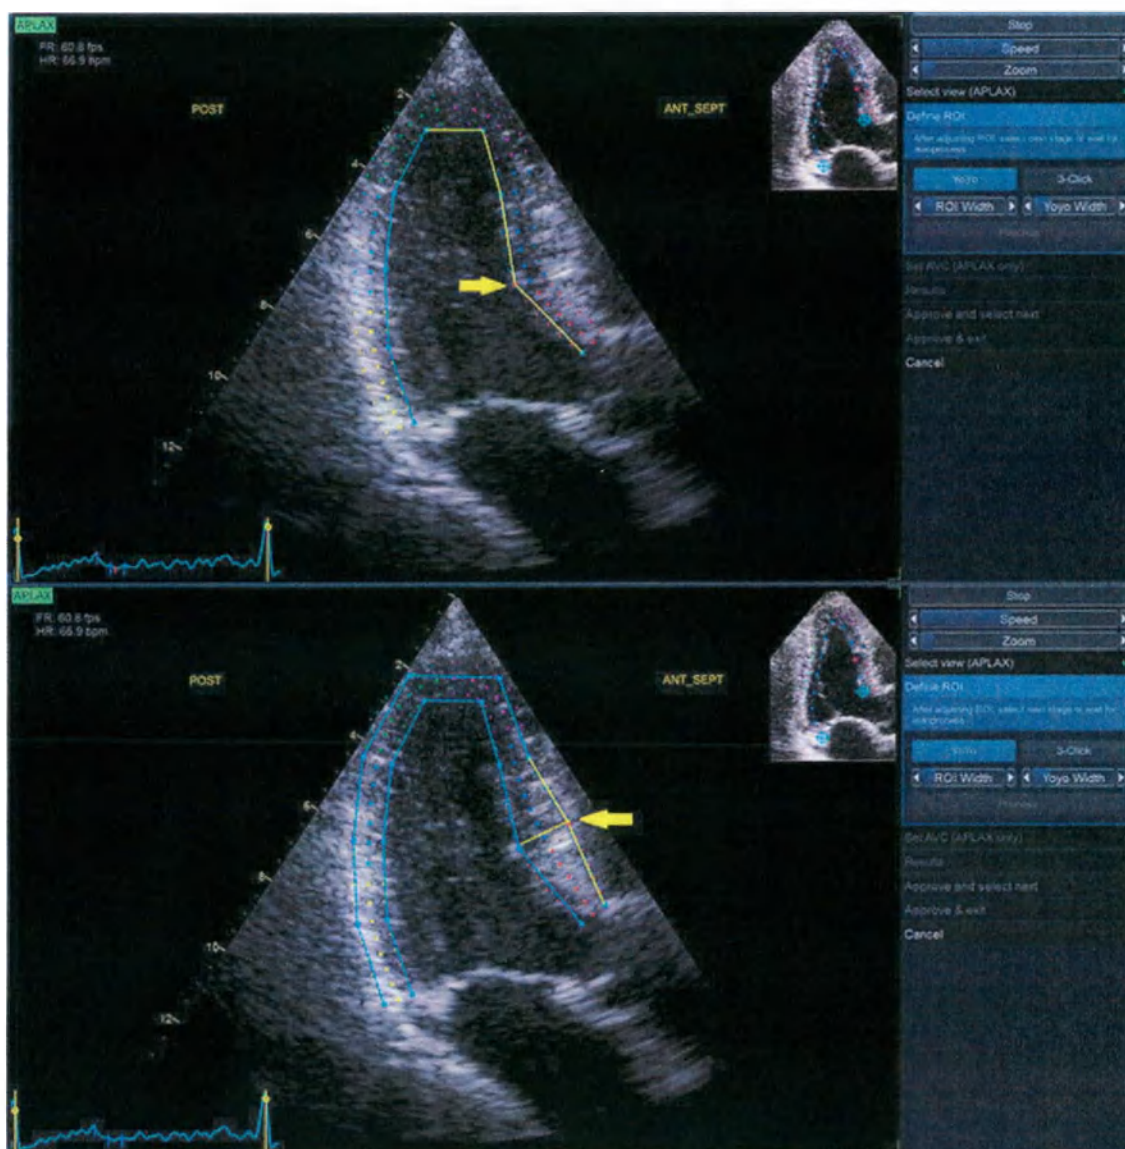

Рис. 8-18. Опции редактирования ИО
Редактирование эндокарда изменяет всю ИО (Рис. 8-18, верхняя часть).
- Нажмите и перетащите (или нажмите, переместите мышь и отпустите кнопку) точки привязки в эпикардиальной ИО (высвечиваются красным при наведении курсора мыши). Редактирование эпикарда изменяет только эпикардиальную часть (Рис. 8-18, нижняя часть).